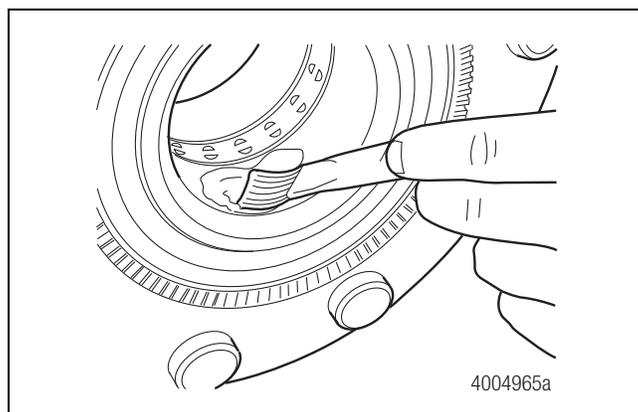

Figura 4.40
- Aplice una capa ligera de grasa para baleros sobre el contorno del diámetro interior de la maza. Debe cubrirse todo el contorno del diámetro interior de la maza que entra en contacto con la espiga. Esta grasa ayudará a reducir el desgaste de la espiga, ayudará a retirar la espiga y ayudará a sellar la unión maza-espiga. Figura 4.40.